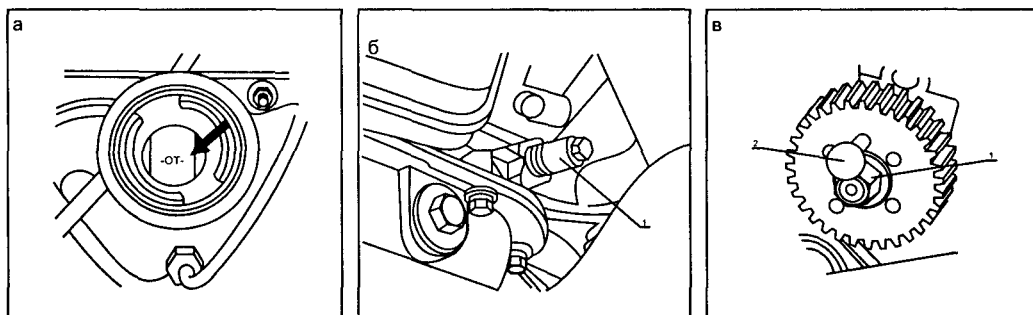

Рис. 1.4.8. Проверка момента впрыска топлива
- повернуть коленвал двигателя до положения ВМТ 3-го цилиндра, по метке в отверстии маслоналивной горловины (см. рис. 1.4.8а);
- проверить и зафиксировать коленвал в положение ВМТ 3-го цилиндра специальным приспособлением 1 (см. рис. 1.4.8б);
- в этом положении в контрольное отверстие приводной звездочки 1 ТНВД должен свободно входить специальный штифт 2 (см. рис. 1.4.8в). Если штифт не входит, необходимо проверить установку ремней газораспределительного механизма и привода ТНВД.